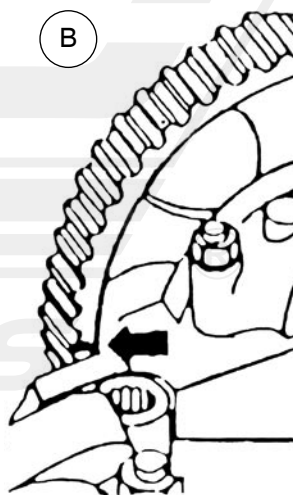

Fig. 2
1. Poner la marca del volante y la polea del cigüeñal a que coincida con su marca de cero (Fig. 1 y Fig. 2) con el cilindro No. 1 P.M.S. (punto muerto superior).
2. Poner el punto marcado en el engrane del árbol de levas al ras con la tapa de punterías. En motores con 8 válvulas.(B). En motores con 16 válvulas en la parte superior (A).
1. Poner la marca del volante y la polea del cigüeñal a que coincidan con su marca cero (Fig. 1 y Fig. 2); y con el cilindro N° 1 P.M.S. (Punto muerto superior.)